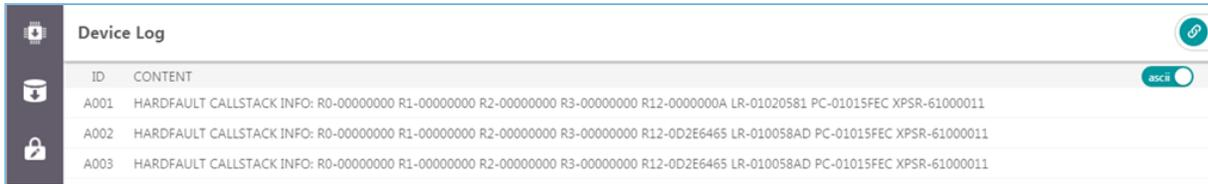

图 3-46 以字符形式显示日志
- ：开关按钮切换至“ascii”，表示以字符形式显示日志信息，如图 3-46 所示。